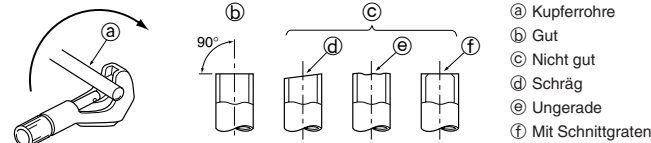

Fig. 5-3
5.2.1. Abschneiden des Rohres (Fig. 5-3)